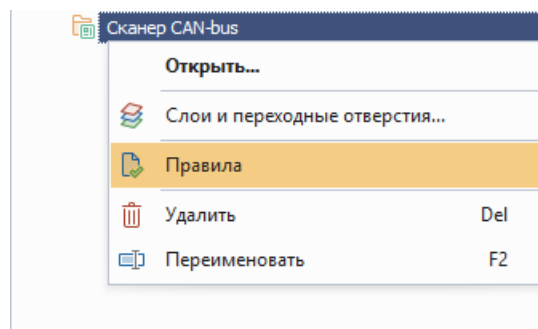

Рис. 133 Вызов редактора правил шаблона платы
2. Вызовите контекстное меню и выберите пункт «Правила», Рис. 133.